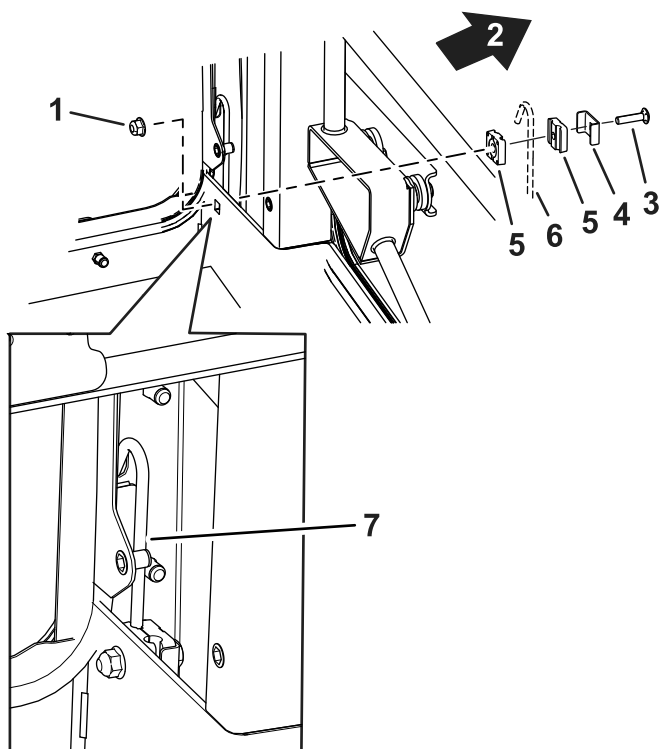

Рисунок 16
7. Опуская кабину, проложите вентиляционные трубки через задние стойки (Рисунок 16).
1. Установите вентиляционные трубки на каждой стороне кабины. См. Рисунок 16.
2. Прикрепите каждую вентиляционную трубку при помощи болта (5/16 x 1½ дюйма), прижимной пластины, трубного зажима и гайки (5/16 дюйма) (Рисунок 16).